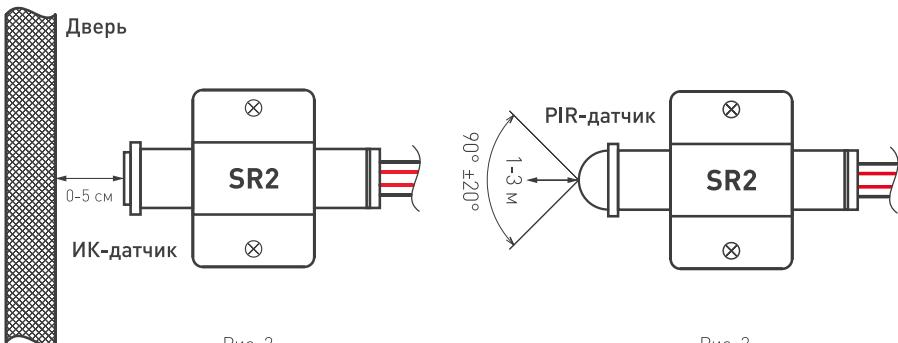

Рис. 2.
- ↗ Датчик SR2-Door Round должен быть смонтирован таким образом, чтобы дверь в закрытом положении находилась на расстоянии 0-5 см от лицевой стороны датчика [рис. 2]. Свет будет включаться при открывании двери и выключаться при её закрывании. Для лучшего отражения ИК-сигнала от черных поверхностей наклейте на дверь небольшой отражающий элемент.